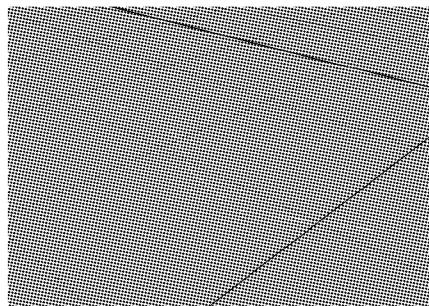
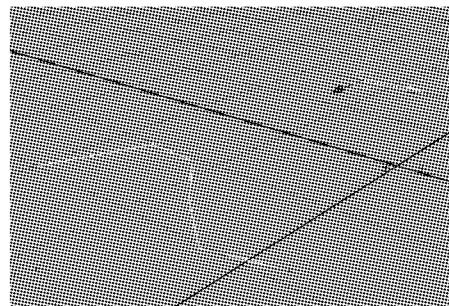

图 3-9 原图
图 3-10 改变后曲线的形状
(3) 选取作为移动对象的可控点,激活常用工具栏中的移动工具,也可以是旋转或者缩放工具,然后拖动操作器移动可控点位置,以改变曲线的形状。图 3-9 所示为原图,图 3-10 所示为改变后曲线的形状。